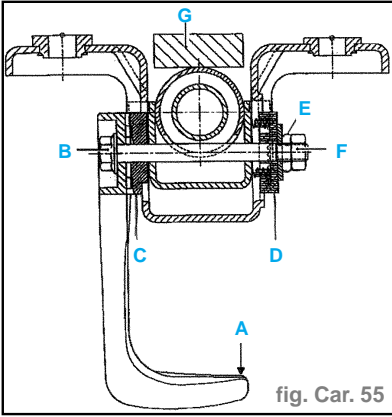

fig. Car. 55
- Le système de réglage en hauteur est composé des éléments suivants : (fig. Car. 55) :
- Interposer une cale de **15 mm** d'épaisseur (G) entre le corps et la colonne de direction (fig. Car. 55).
- Mettre la poignée (A) en position fermée (position colonne serrée).
- Ôter le contre-écrou (F) en maintenant en place l'écrou autofreiné (E).
- Desserrer l'écrou (E) de deux tours maximum en maintenant la vis (B) immobile (côté poignée).